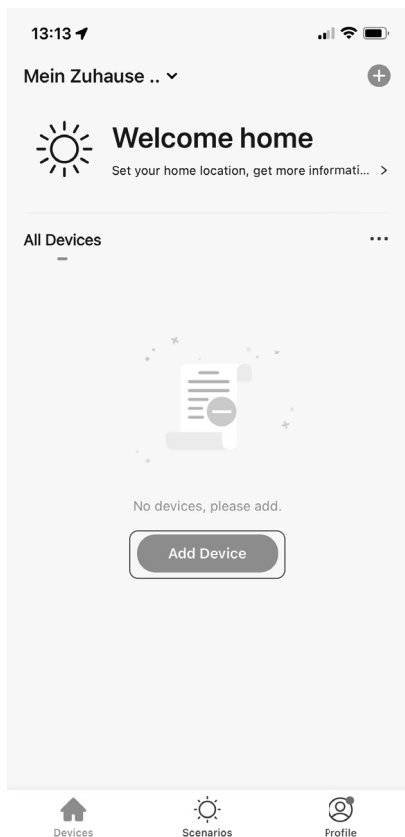

Fig. 1
- ▶ Se nell'app MEDION® Life+ non è ancora stato registrato alcun apparecchio, toccare il pulsante AGGIUNGI APPARECCHIO (**vedere la fig. 1**).